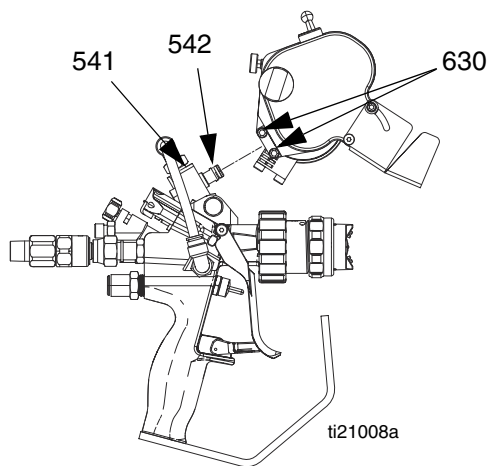

FIG. 3
- a. Se necessario, utilizzare una chiave a mezzaluna per regolare il perno (541) in modo che sia parallelo all'estremità anteriore della pistola e che l'estremità aperta punti verso la parte anteriore della pistola. Vedere la FIG. 3.
- b. Ritirare le viti (630). Vedere la FIG. 3.
**NOTA:** assicurarsi che l'anello di tenuta (542) si innesti perfettamente nel gruppo coltello. Verificare che non vi siano perdite d'aria eccessive perché questo ridurrebbe enormemente le prestazioni del motore pneumatico. Vedere la FIG. 3.
- d. Fissare le viti (630) per bloccare il coltello in posizione.